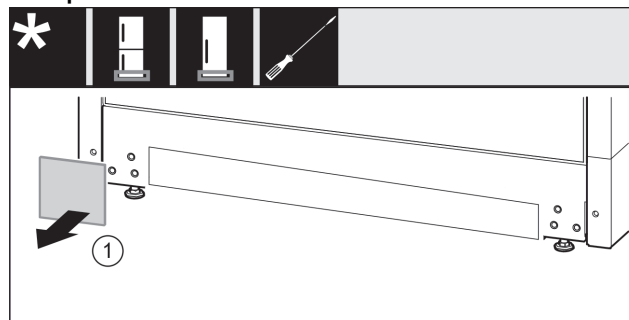

Fig. 35
- ▶ Snemite oblogo. Fig. 35 (1)